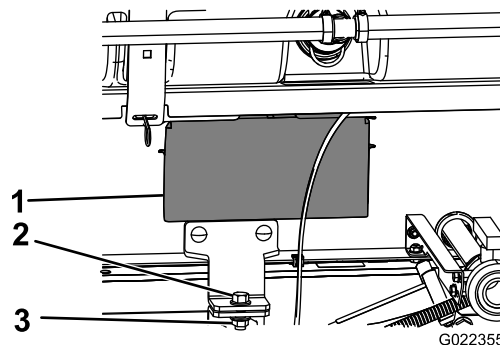

Figure 36
5. Déposez les panneaux d'accès de chaque côté du cadre du patin (Figure 36).
- De chaque côté de la machine, fixez le support de maintien du patin de cuve au support du plateau sur le cadre à l'aide d'un boulon ($\frac{1}{2} \times 1\frac{1}{2}$ po) et d'un contre-écrou ($\frac{1}{2}$ po), comme montré à la Figure 36.